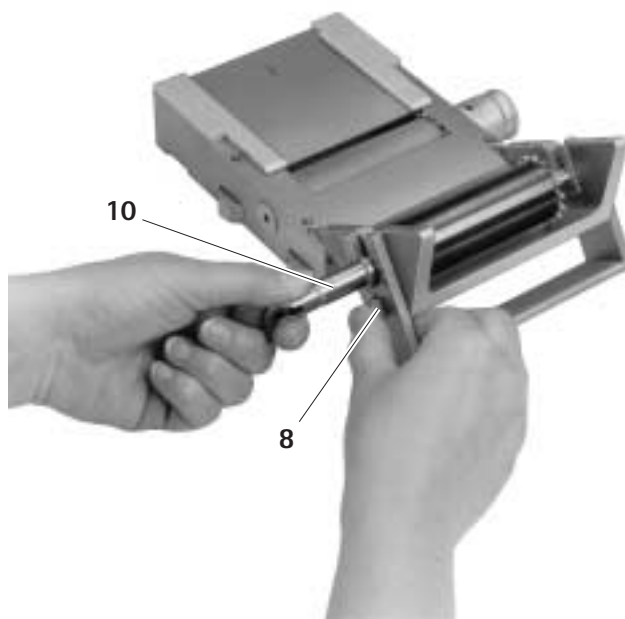

Abb. 3
- Riegel **8** gedrückt halten und gleichzeitig am Schaft **10** ziehen, um die Schneidwalze **2** zu entkuppeln, siehe Abb. 3.
- Schneidwalze **2** am Schaft **10** in die Lagerstellen **20** drücken, bis sie einrastet, siehe Abb. 3.